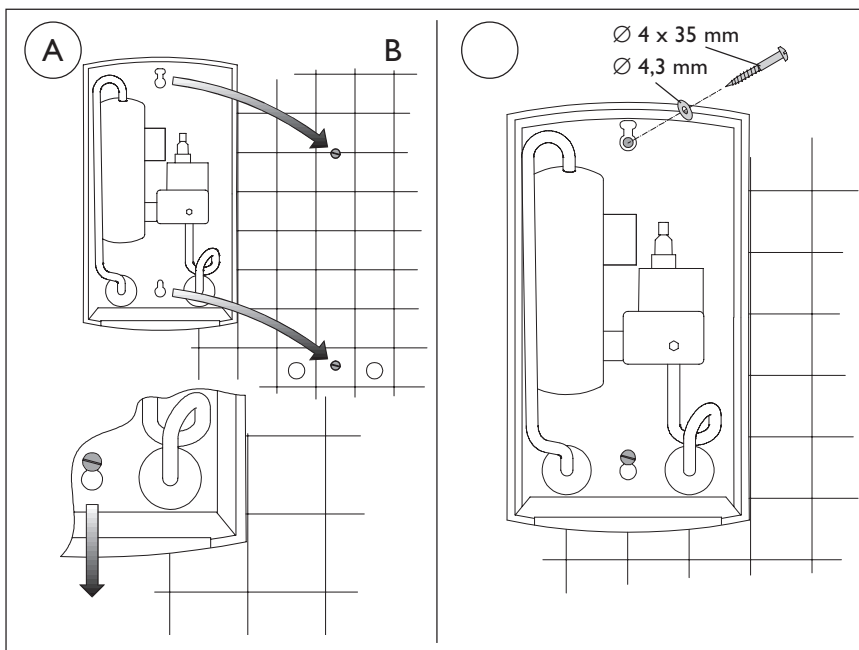
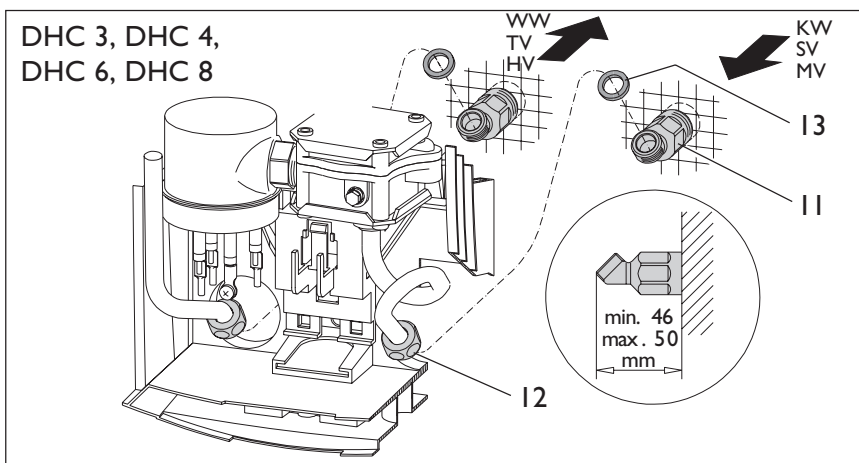

Рис. 9
Рис. 12
2. Установить детали для подключения водопровода в соответствии с рис. 12 или 13.
**Указание:** При замене старого прибора типа ДНС (старые отверстия могут использоваться) дополнительно ввинтить верхние винты и использовать прилагаемые шайбы (рис. 9 В).
5. При подштукатурном монтаже выполнить указания к рис. 12. Прибор насадить на винты и зафиксировать (рис. 9, А).
### Подштукатурный монтаж водопровода (рис. 12)